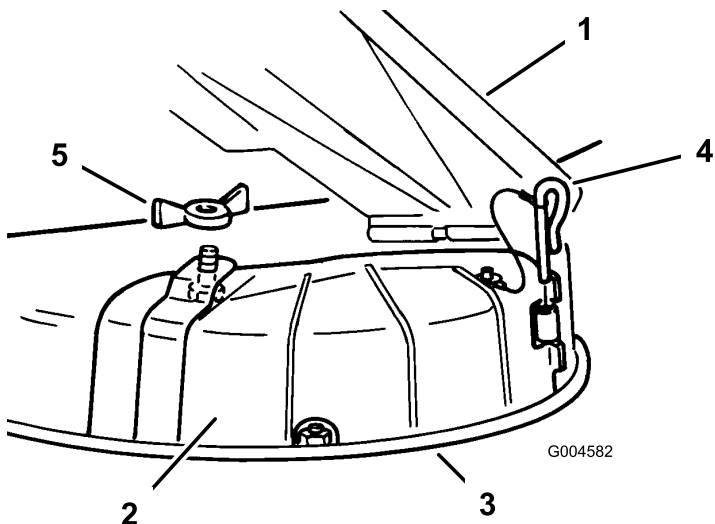

Figura 25
- Retire a porca de orelhas e o parafuso que fixam a cobertura no lugar (Figura 25).
- Retire o pino da dobradiça que fixa a cobertura à plataforma (Figura 25).
cortador e deslize-o para a dobradiça frontal (Figura 25).
- Faça deslizar o pino da dobradiça pela dobradiça (Figura 25).
- Fixe a cobertura de descarga ao cortador com a porta de olhelhas (Figura 25).